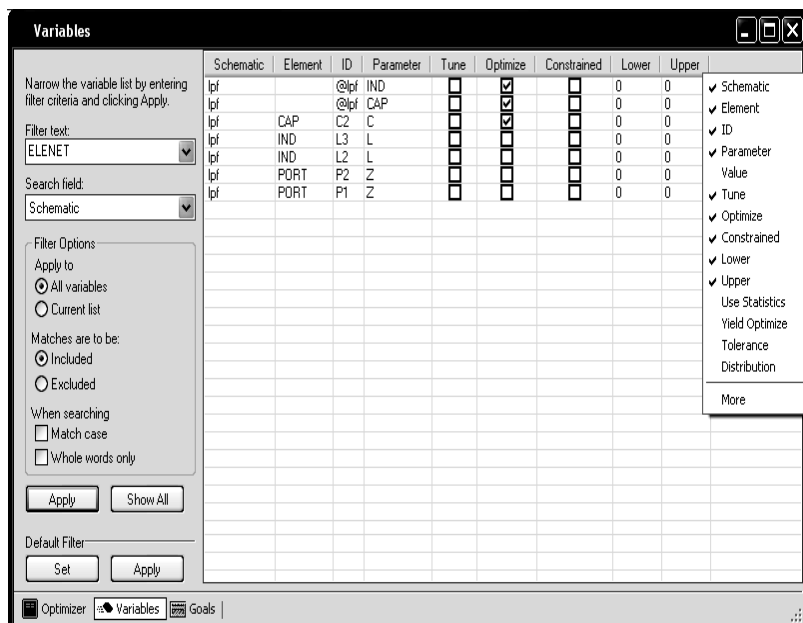

Рис. 2.16
1. Выберите в меню **Simulate>View Variables** или **View>Variables**. Или выберите в меню **Simulate>Optimize** и в открывшемся окне щёлкните левой кнопкой мышки по панели **Variables** в левой нижней части окна. Откроется диалоговое окно **Variables** (рис. 2.16), в котором перечислены все переменные и параметры элементов с указанием схемы, к кото-
- В данном случае мы не накладываем никаких ограничений на значения переменных и параметров элементов, изменяемых в процессе оптимизации. В тоже время на практике часто желательно ограничить пределы возможных изменений параметров, например, чтобы не получить нереализуемые значения размеров топологии. Чтобы ограничить пределы изменения значений переменных и параметров элементов, отметьте столбец **Constrained** (Ограничить). В столбце **Lower** (Нижний) введите нижний допустимый предел изменения параметра, а в столбце **Upper** (Верхний) введите верхний допустимый предел изменения параметра. Если этих столбцов нет в окне **Variables**, щёлкните правой кнопкой мышки по строке имён столбцов в верхней части окна и в открывшемся дополнительном окне отметьте **Constrained**, **Lower** и **Upper**. На рис. 2.16 показано окно **Variables** с открытым дополнительным окном для установки недостающих столбцов или для удаления ненужных столбцов. Заметим, что таким же образом можно добавить столбцы, чтобы назначать переменные для статистического анализа.